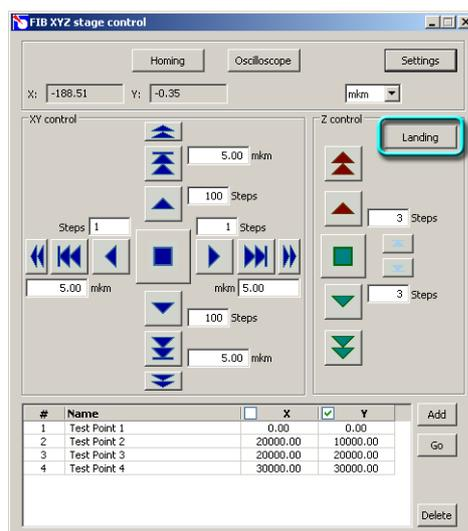

Рис. 7-16. Интерфейс программы XYZ stage control
- Перейдите в программу управления координатным столом XYZ stage control (Рис. 7-16). Запустите процедуру подвода, щелкнув на кнопке **Landing**.